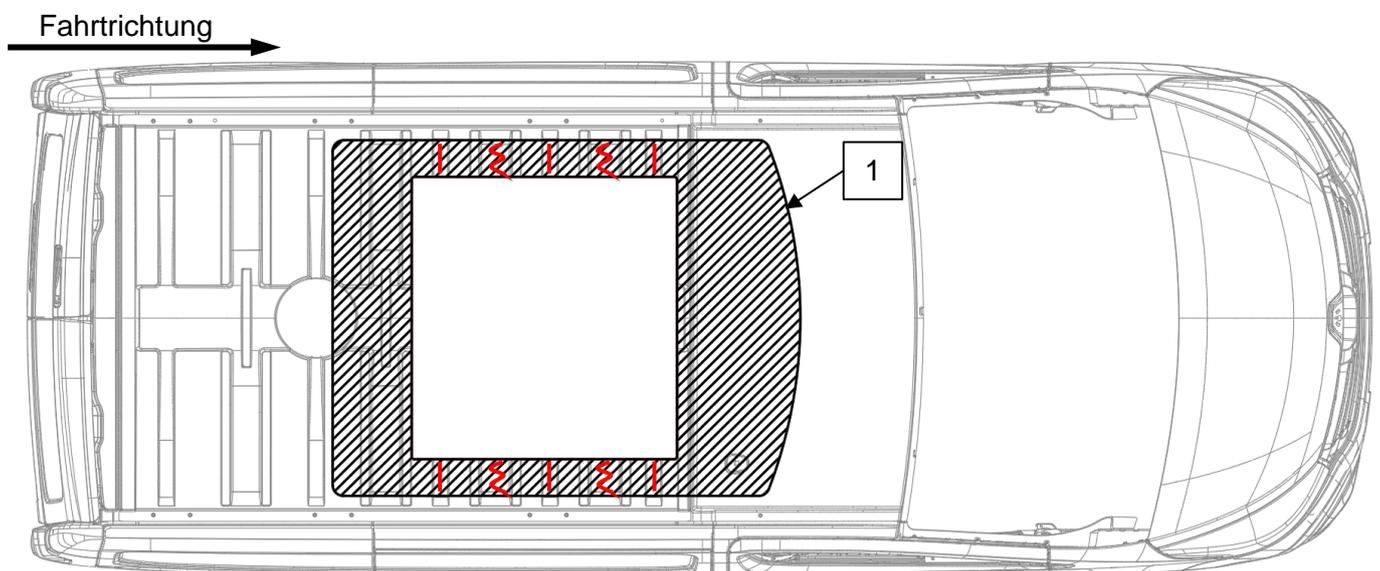
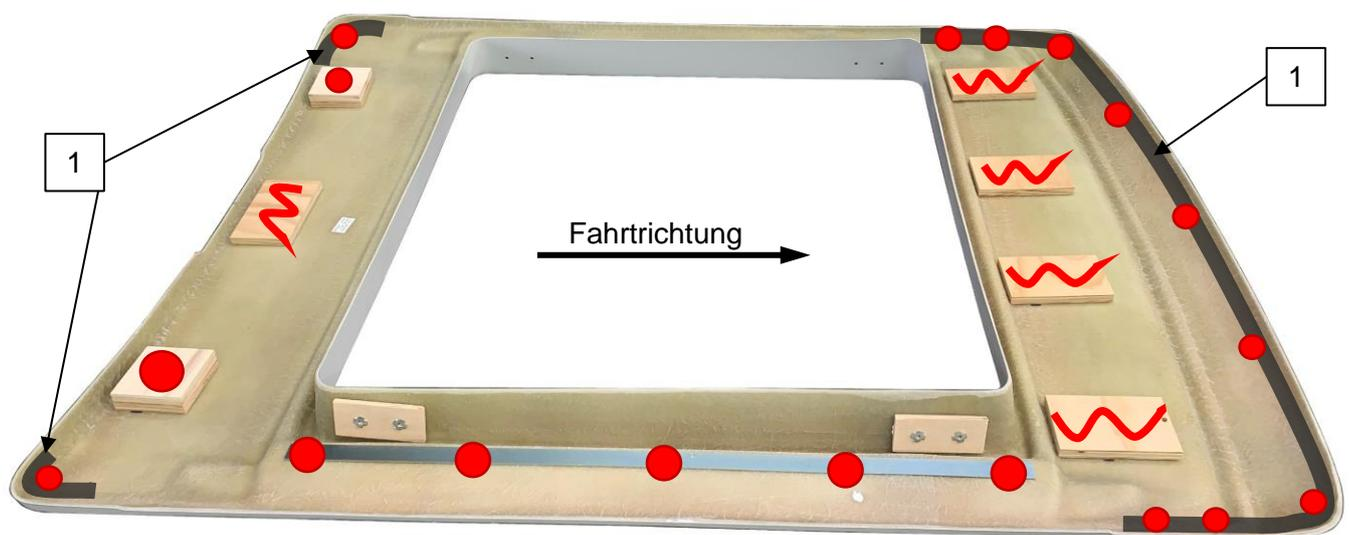

Abb. 4-1: Verklebebereich auf dem Fahrzeug [A0004106]
Abb. 4-2: Klebstoffauftrag auf dem EasyFit-Rahmen
- Das Fahrzeug (s. Abb. 4-1, 1) und den EasyFit-Rahmen (s. Abb. 4-2, 1) im Verklebebereich säubern.